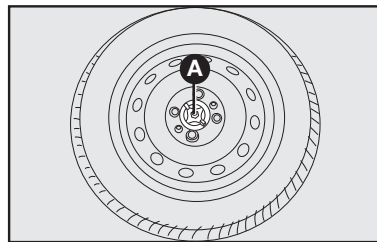

fig. 3
- Desatarraxar o dispositivo de bloqueio **A-fig. 3**, tirar a roda sobressalente.